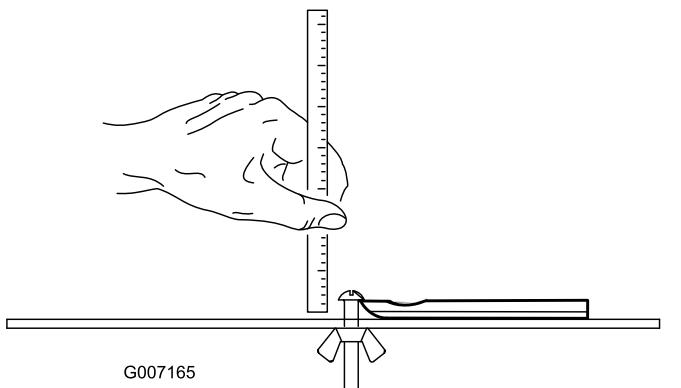

図 31
**注** どのベッドナイフでも、その使用限界はベッドナイフの底面を基準として判断します図 31。